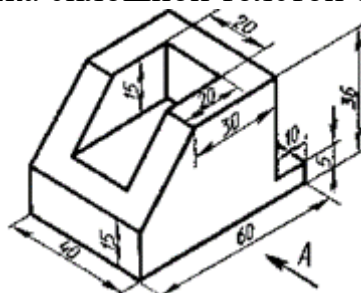

Рисунок 9 – Задание для выполнения практического занятия № 8
**Методические указания:** выполнить чертеж по заданию (рисунок 9).